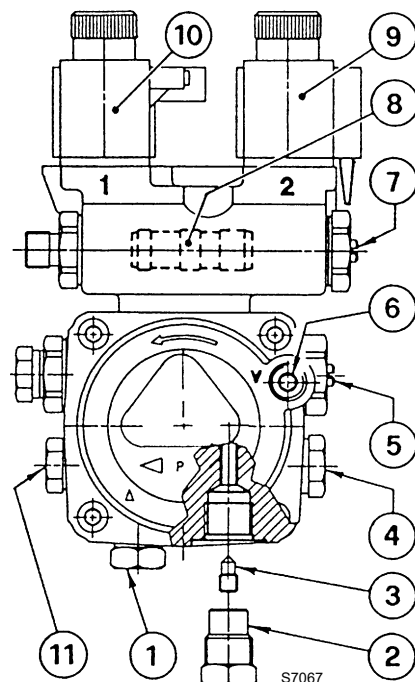

Fig. 7
- De pomp is voorzien voor een installatie met twee leidingen. Draai bij één leiding de moer van de terugloopleiding (2) los, verwijder de by-pass schroef (3) en draai de dop (2) opnieuw aan, (zie Fig. 7).
Bij een installatie zoals in Fig. 6, de vacuümmeteraansluiting (6, Fig. 7) losdraaien tot er brandstof ontsnapt.